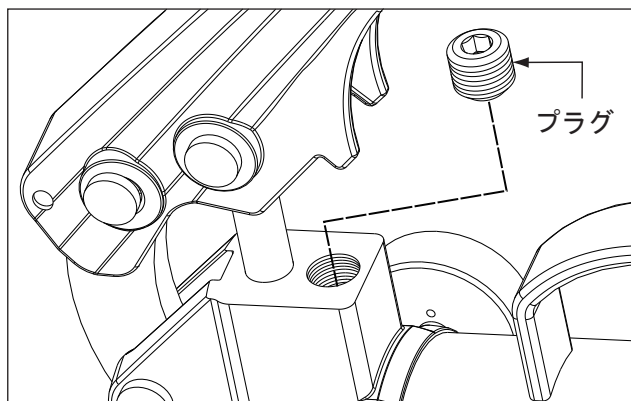

図12: リリーフ弁 (P-18, P-39, P39-4-WAY)
2. モデルP39-4-WAY, P-84のみ: 0~100MPa目盛付き圧力ゲージをポンプの「A」ポートに取り付けます。高圧用プラグをポンプの「B」ポートに取り付けます。制御弁のレバーを (A) 位置に動かします。
- ・モデルP-18, P-39, P39-4-WAYでは、リリース弁がポンプヘッドの上面に配置されています。図12を参照してください。